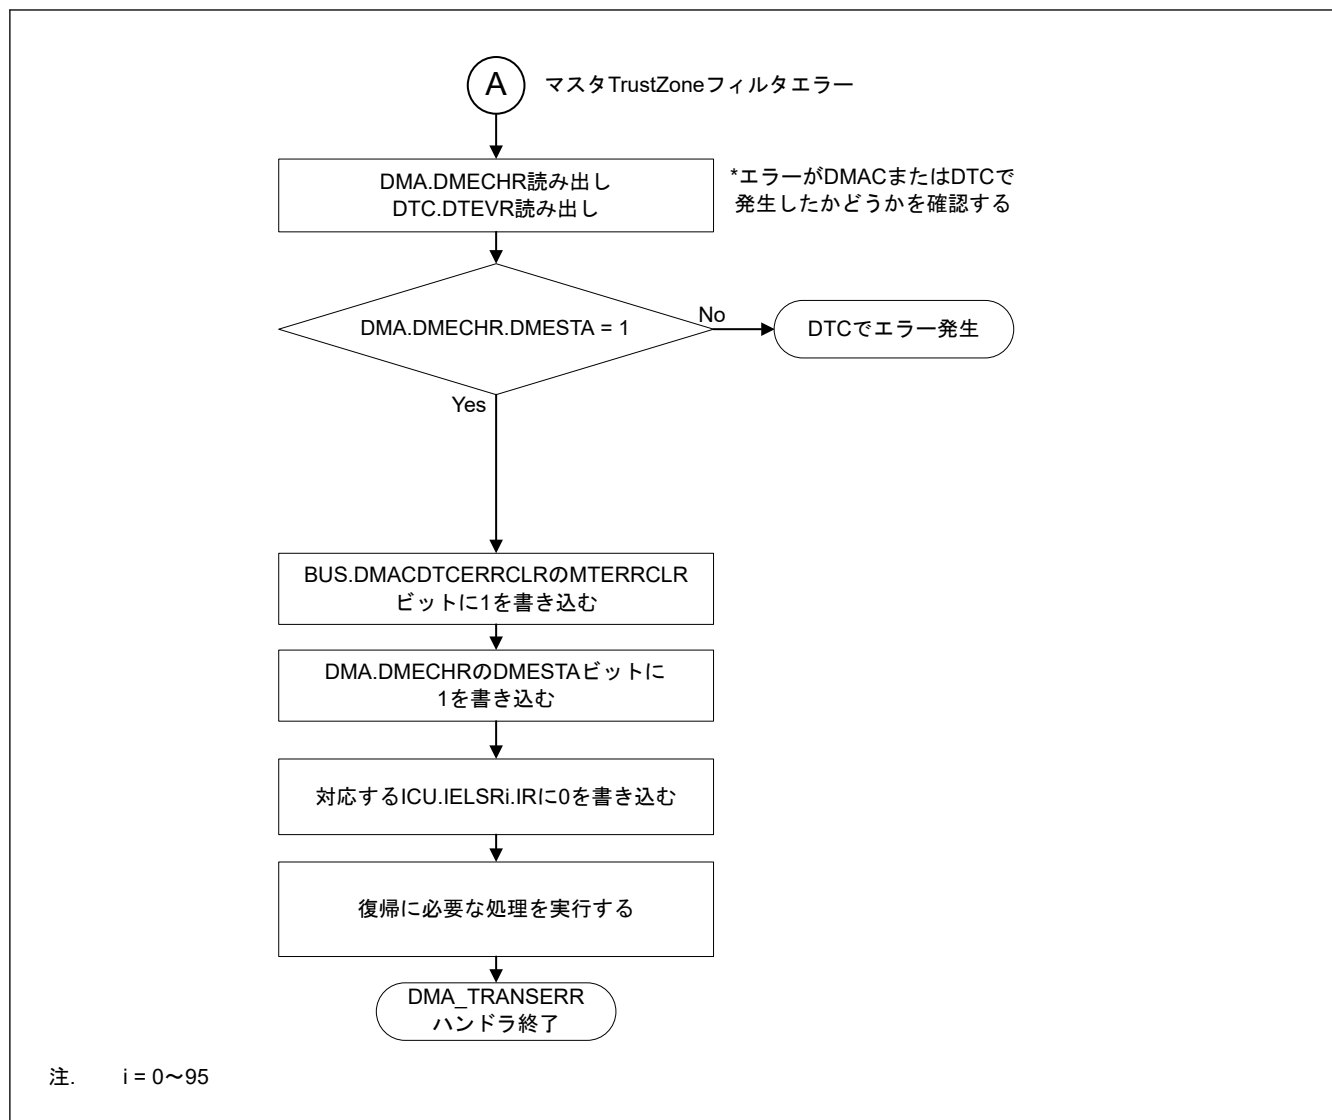

図 16.28 マスタ TrustZone フィルタエラーの DMA_TRANSERR ハンドラにおける処理
- 図 16.28 に DMAC のマスタ TrustZone フィルタエラーが発生したチャネルを確認するフローを示します。